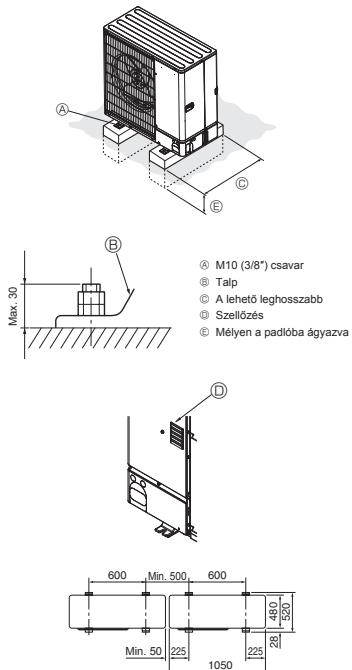

Fig. 3-1
- Az egységet szilárd, vízszintes felületen helyezze el, hogy működés közben ne jöjjönek létre rezgés keltető zajok. (Fig. 3-1)